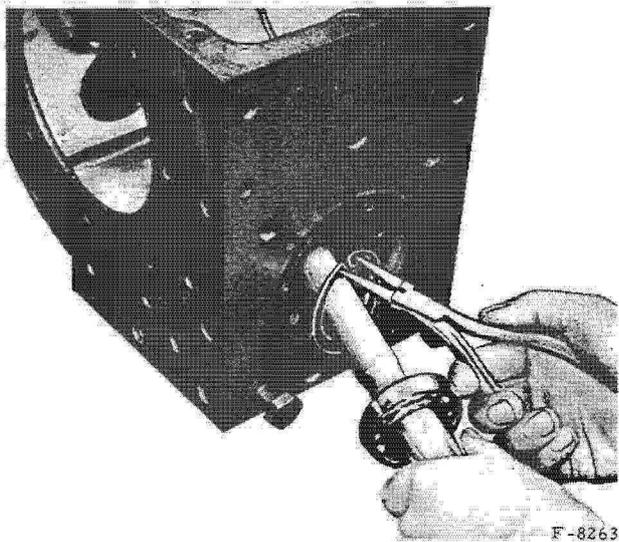

Fig. 36. - Circlip arrière du roulement d'arbre de prise de force.
- Retirez le circlip de retenue du roulement (fig. 36).